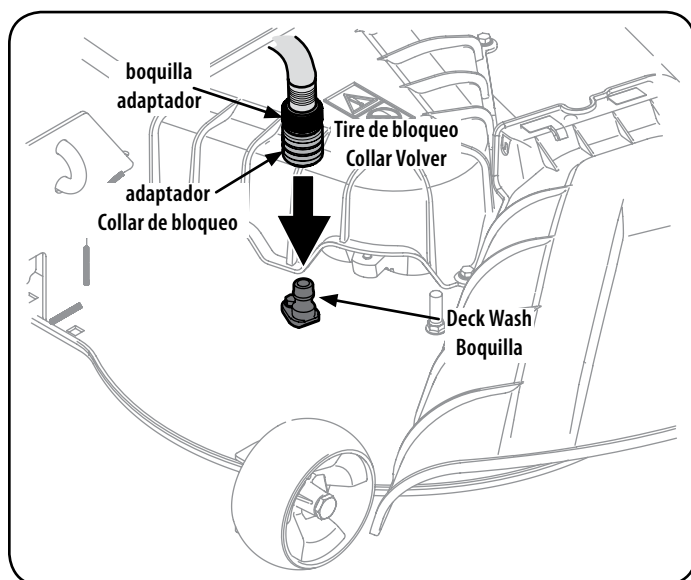

Figure 1
3. Tire hacia atrás el collarín de ajuste (a) del adaptador del pico (b) y empuje el adaptador del pico (b) hacia uno de los picos de lavado de la plataforma (c) de cualquiera de los dos extremos de la plataforma de corte. Suelte el collarín de ajuste (a) para trabar el adaptador en el pico (b) en el pico de lavado de la plataforma (c). Consulte Figure 1.